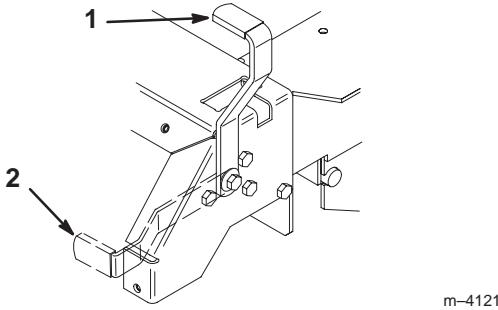

Bild 5
2. Ziehen Sie den Feststellbremsshebel nach hinten und oben, um die Feststellbremse zu aktivieren (Bild 5). Der Feststellbremsshebel muss fest in der aktivierte Stellung bleiben.
Drücken Sie den Feststellbremsshebel nach vorne und unten, um die Feststellbremse zu lösen (Bild 5).